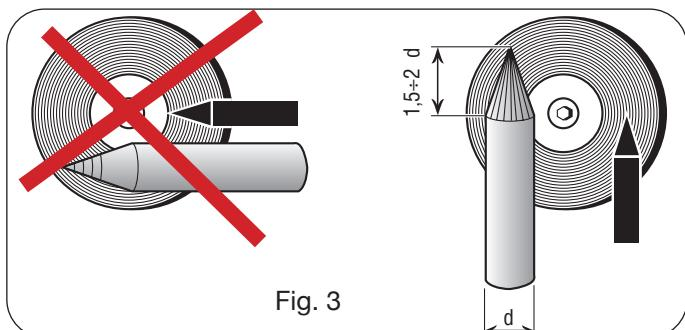

Fig. 3
É necessária especial atenção na preparação da ponta do eléctrodo. Lixá-la de modo que apresente uma estria vertical, como indicado na fig. 3.
- Moldar a extremidade do eléctrodo de tungsténio em forma cónica por um comprimento de 1,5 a 2 vezes o diâmetro do eléctrodo. (fig. 3)